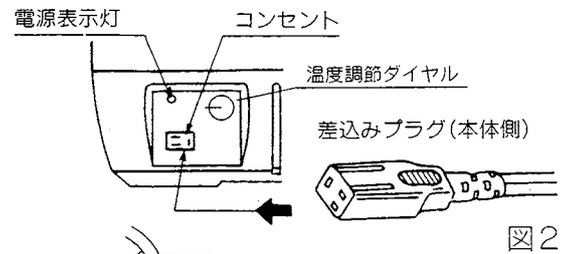

図2
1. 電源コードの差し込みプラグ(本体側)を冷蔵庫のコンセントに差し込んでください。(図2)
2. 温度調節ダイヤルを“OFF”に合わせてください。(図2)